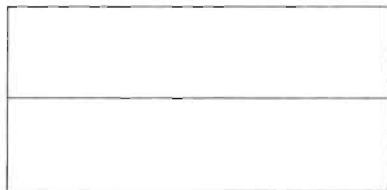

图 3-107
(2) 在命令提示行中输入 Line 命令或单击绘图工具栏中的“直线”按钮，绘制一条直线连接矩形的中点，如图 3-107 所示。